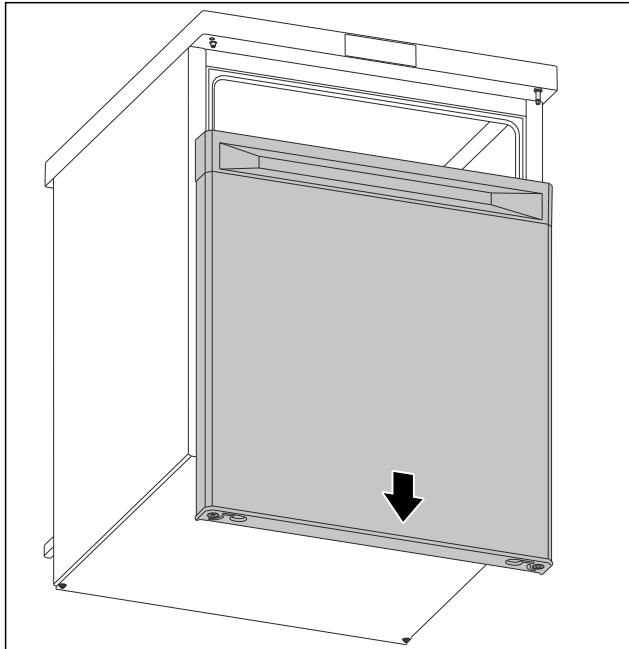

Fig. 8
- ▶ Desmontar la puerta hacia abajo. (consulte Fig. 8)